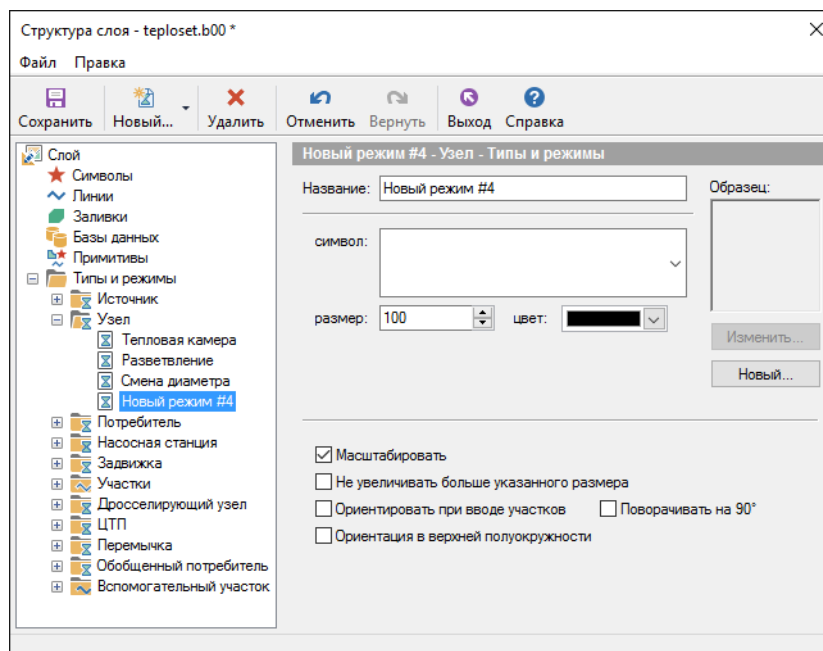

Рисунок 4.18. Параметры нового режима
2. Нажать кнопку Новый... и в выпадающем списке выберите пункт Новый...|режим или пункт меню Правка|Новый режим... На экране появится следующее окно (смотрите Рисунок 4.18, «Параметры нового режима»).